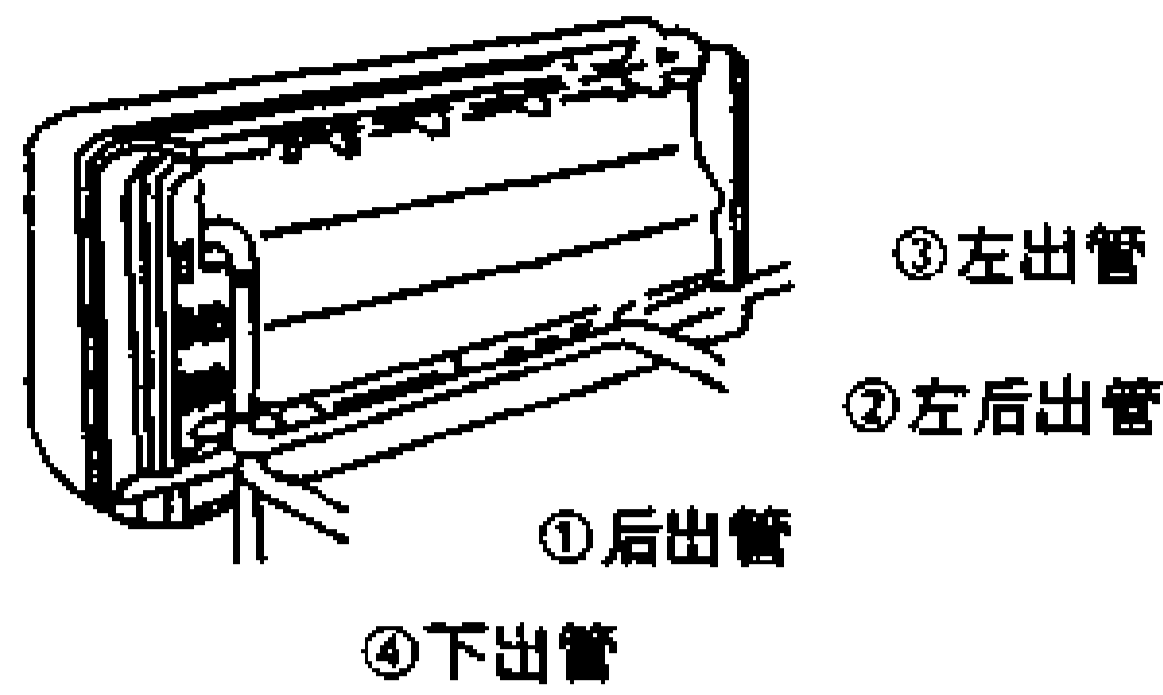
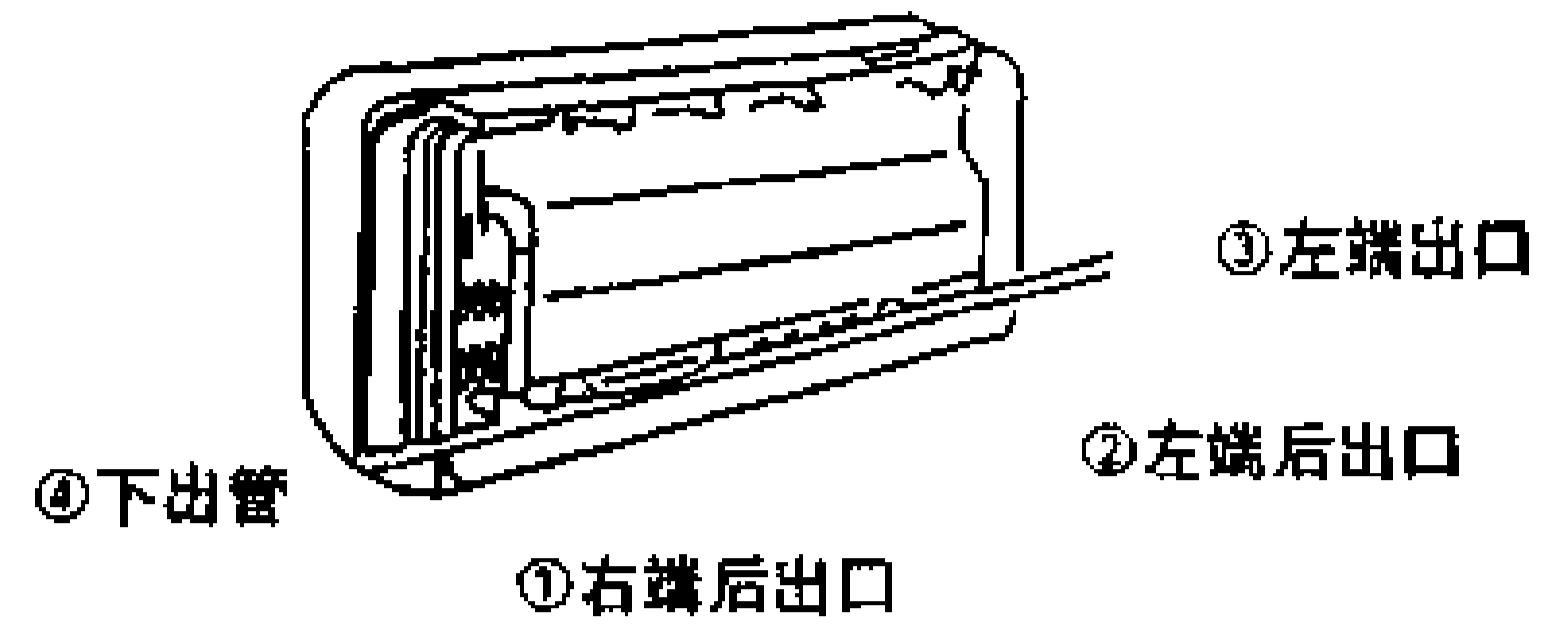

图 14-2-1
图 14-2-2
连接管可以从①、②、③、④四个标明的方向引出,如图14-2-1所示。当连接管在③或④方向引出时,在外壳的左边线前底边③割去比壁薄的槽口(有出管口标志)。对于KF(R)-45G和KF-65G而言,左、右、后左、后右四个方向引出,如图14-2-2所示。